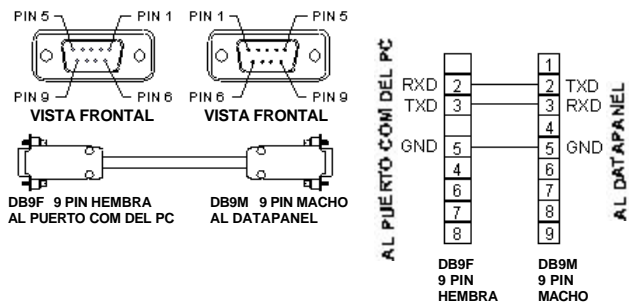

Figura 2-4. Cable Datapanel-PC (Descarga)
- El cable de descarga se usa para transferir bases de datos o protocolos del software de configuración al Datapanel (véase la Figura 2-4). Este cable permite la conexión a un PC estándar y se suministra con el software de configuración. Para el caso de PCs que no sean estándar consulte el manual del PC para comprobar la configuración de los pines en el extremo del cable correspondiente al PC.